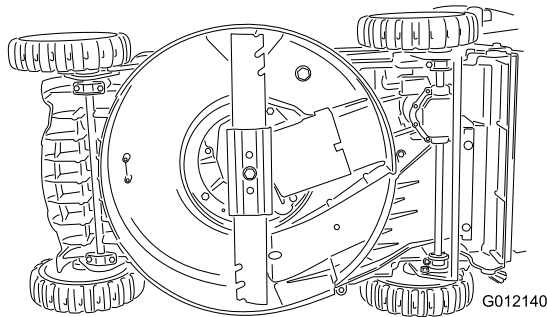

Bild 23
5. Installieren Sie ein neues Messer (drehen Sie die Messerschraube nach rechts) und alle Befestigungen (Bild 23).